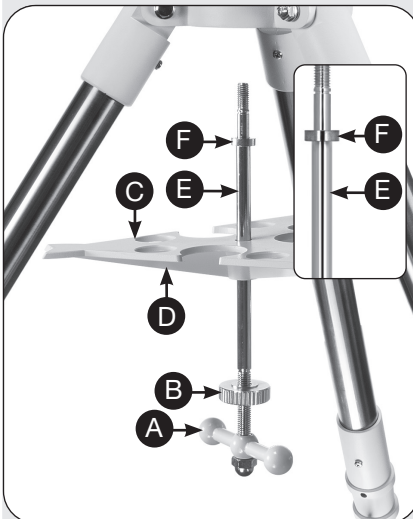
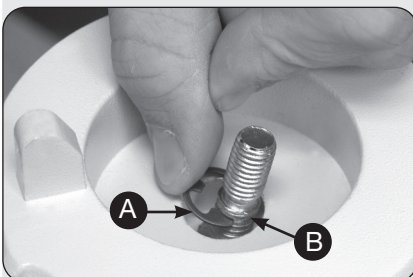

Abb. 4: Befestigung von Spreizplatte und Distanzring
Abb. 4a: Sicherung der Gewindestange mittels C-Clip
3. Befestigung der Spreizplatte. Um die Zentralschraube (Abb. 4, A) am Stativ zu befestigen, schrauben Sie zuerst die Spannschraube (Abb. 4, B) bis ganz nach unten, da sie als Klemmung der Spreizplatte gegen die Stativbeine dient. Jetzt können Sie die Spreizplatte (Abb. 4, C) von oben auf die Zentralschraube stecken. Achten Sie darauf, dass die Streben (Abb. 4, D) der Spreizplatte nach unten zeigen..
Um zu verhindern, dass die Gewindestange (Abb. 4, E) zu weit in die Montierung geschraubt wird, liegt ein Distanzring (Abb. 4, F) bei. Stecken Sie diesen von oben auf die Gewindestange, so dass die Seite mit der breiteren Ausfräsung nach unten zeigt. Der Distanzring muss auf dem „Absatz“ der Gewindestange aufliegen. Schieben Sie nun die Gewindestange von unten durch die Stativkopf und schieben Sie von oben den C-Clip (Abb. 4a, A) auf die Einkerbung (Abb. 4a, B) der Gewindestange.